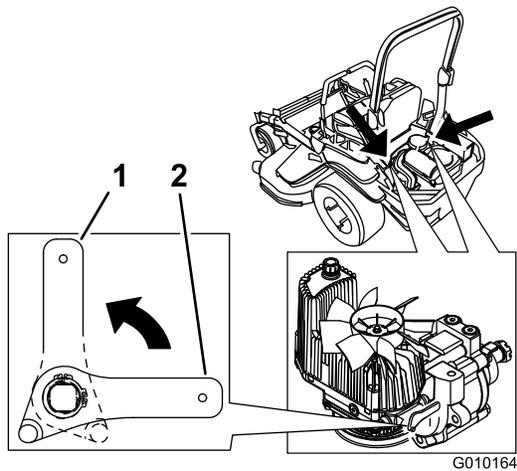

Figura 37
2. Ruotate verticalmente le leve delle valvole di rilascio per spingere le macchina. L'olio idraulico bypassa quindi la pompa, consentendo alle ruote di girare (Figura 37).
4. Ruotate orizzontalmente le leve delle valvole di rilascio per guidare la macchina (Figura 37).